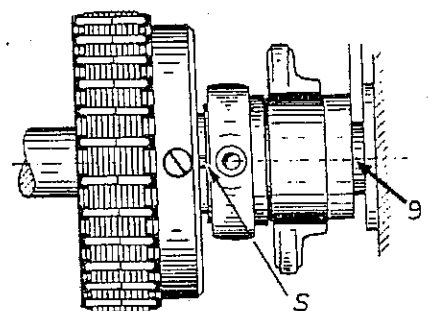

fig.6
- Das Handrad drehen, bis die Strichmarkierung 9 des Hub- und Schubexzentrers genau nach oben steht (Fig. 6).